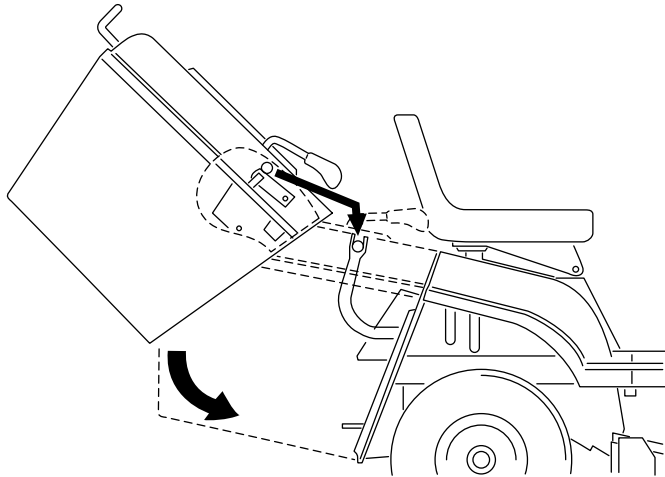

Figura 37
1. Inclinate in avanti, con entrambe le mani, il cesto di raccolta (Figura 37).
2. Inclinate in avanti il cesto di raccolta a 40° circa, ed appoggiatelo sulle due staffe di supporto sul retro del trattore (Figura 37).